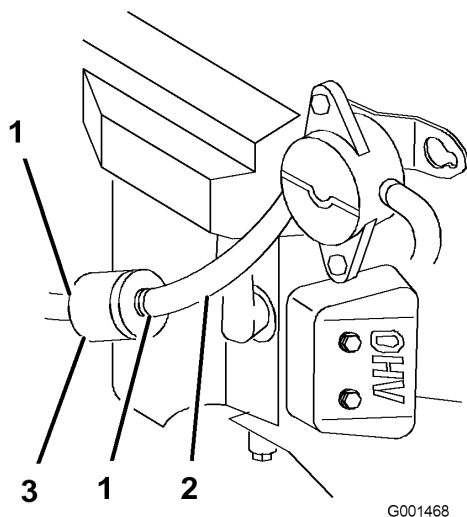

Figura 30
4. Apriete los extremos de las abrazaderas y deslícelas por el tubo, alejándolas del filtro (Figura 30).